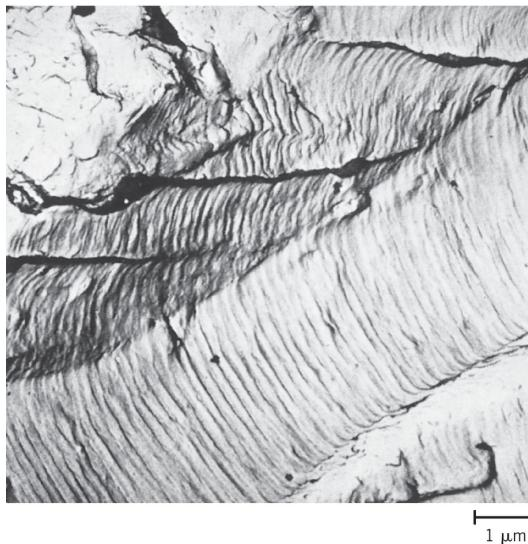

Fig. 23
- Striations (줄무늬) – 매우 작아 SEM, TEM 관찰찰 – Fig. 23